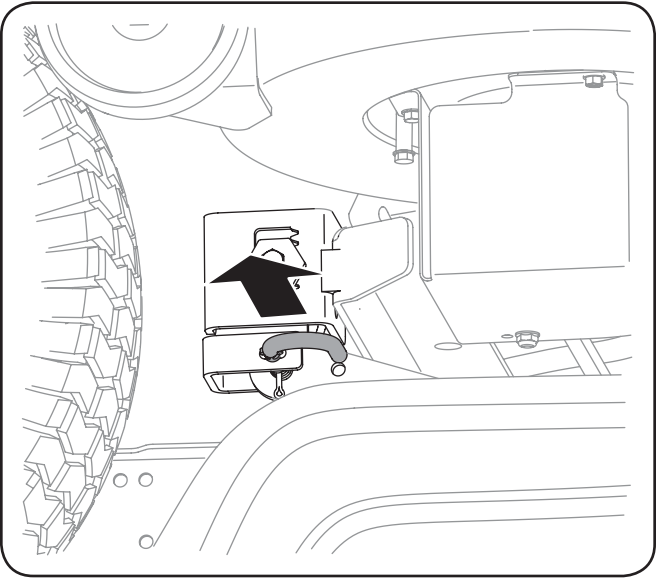

Figure 7-1
5. Sortez la goupille de support du plateau de coupe pour dégager le plateau de la tringle de relevage. Voir la Figure 7-1.